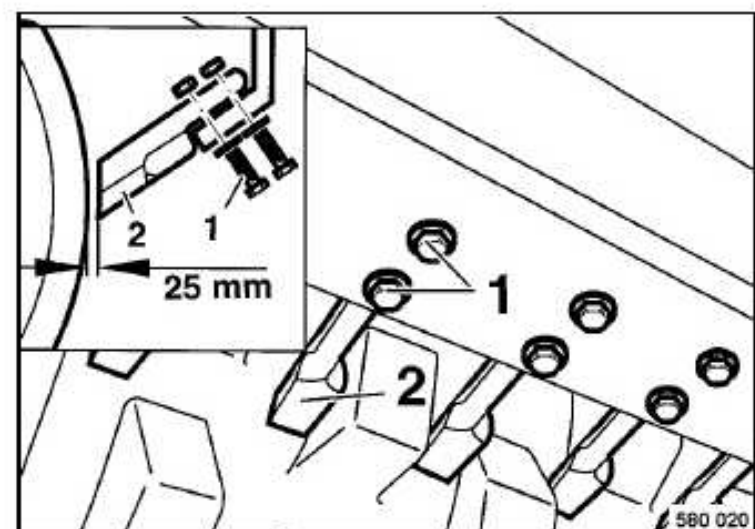

Fig. 161
- Comprobar los rascadores 2 (Fig. 161) por su ajuste y estado. Si fuese necesario, reajustarlos o cambiar dientes.